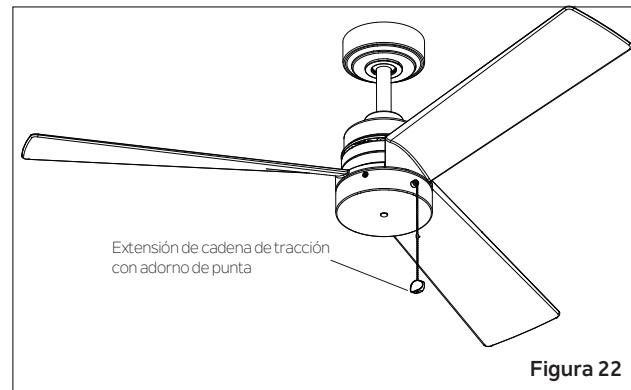

Figura 22
Paso 4. Instale la extensión de cadena de tracción con adorno de punta. (**Figura 22**)